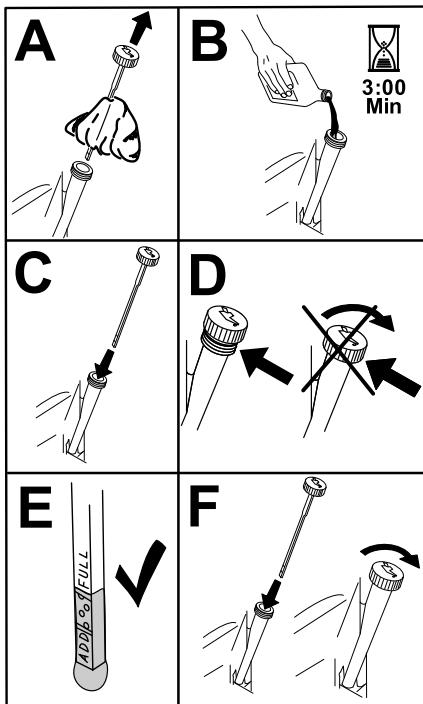

Figura 35
8. Versate lentamente circa l'80% dell'olio indicato nel tubo di rifornimento e sempre con cautela rabboccate l'olio necessario per portarlo alla tacca di **Pieno** (**Figura 35**).